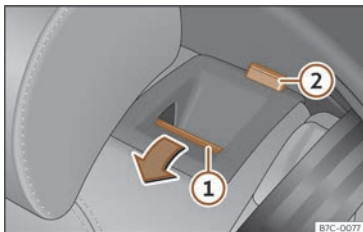

Fig. 95 Banquette arrière : rabattre le dossier.
- Appuyez sur la touche de déverrouillage >>> **fig. 95** (1) vers l'avant en rabaisant simultanément le dossier. Le dossier arrière est déverrouillé lorsqu'un repère rouge est visible sur la touche (2).